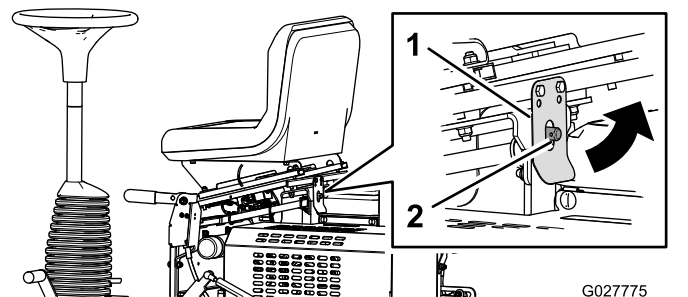

Bild 20
2. Ziehen Sie den Sitzriegel zurück und klappen den Sitz nach vorne (**Bild 20**).